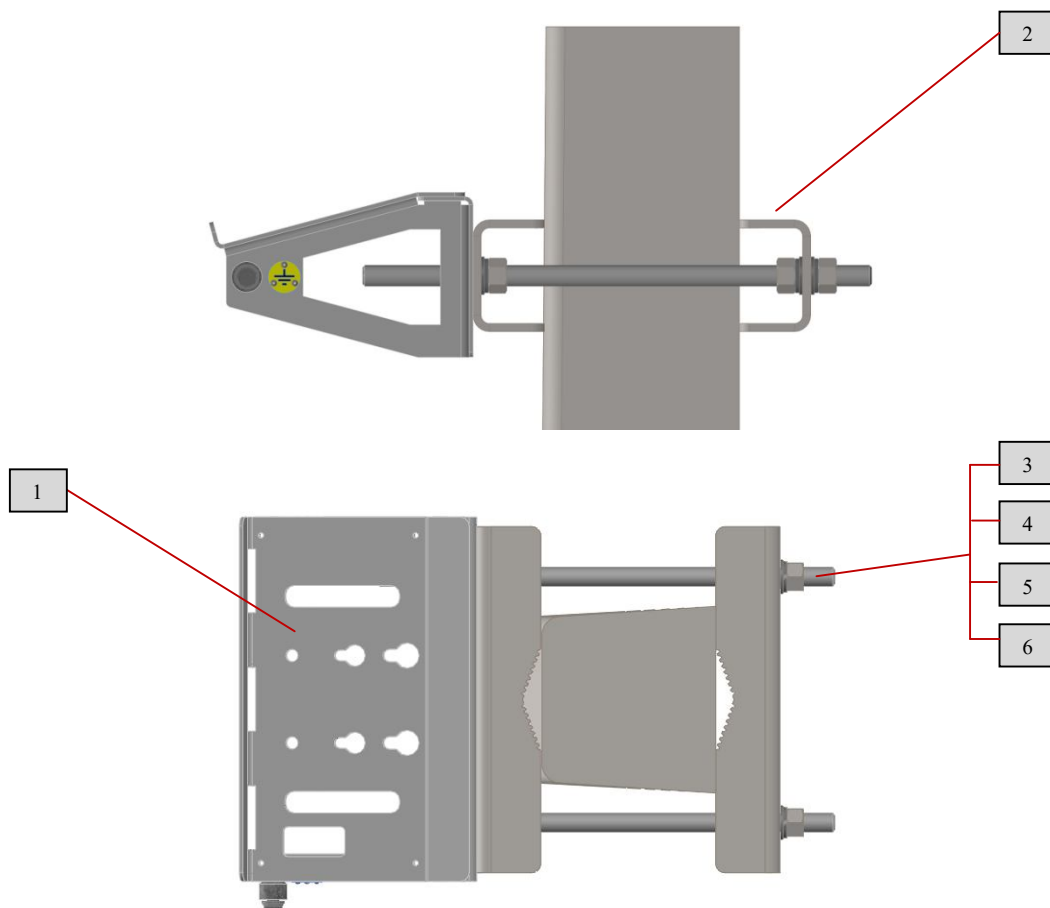

Рис.29 Монтаж площадки ТСН для второго трансформатора
Для реклоузера с двусторонним питанием закрепить площадку для ТСН (1) согласно рис.29 в соответствии со схемой размещения оборудования.